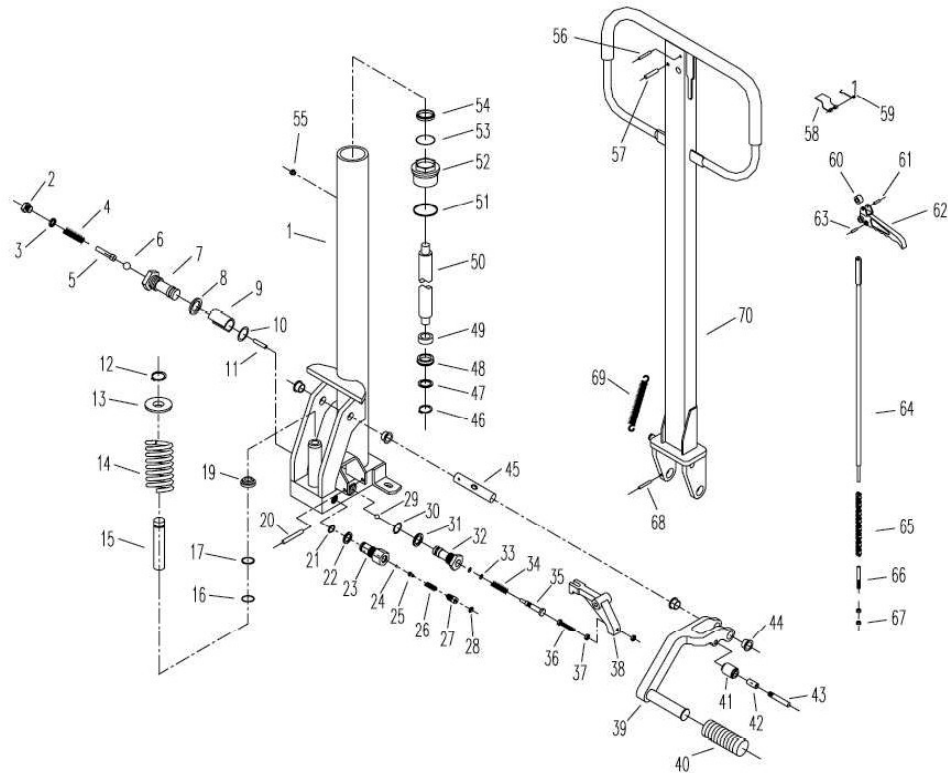

Figur 2 Heising diagram av Truck
6. Fästningspunkterna under transport fremgår av figur 2.